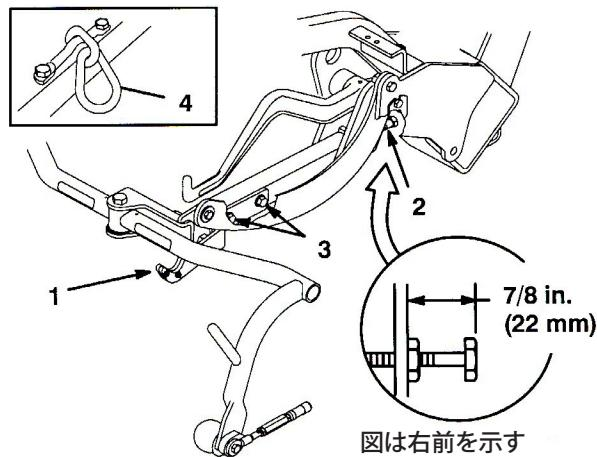
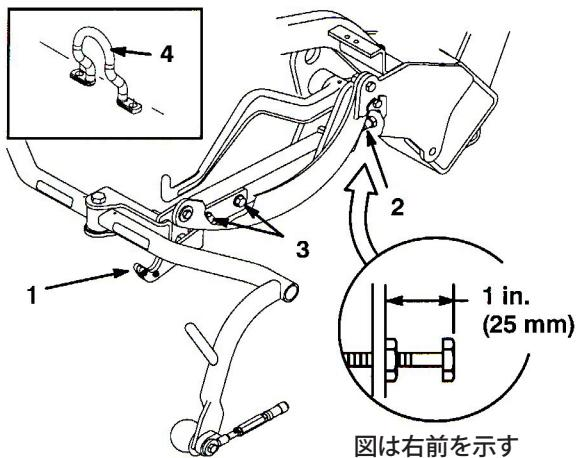

図 20
図 22
12. リールモータのシャフトのスライス部にグリスを塗布する。モータを取り付け穴に正対させ、時計方向にひねってスタッドを一回かわし、次に逆にひねってスタッドに掛け、取り付けナットを締めつける(図20)。
移動走行時の高さ(図20と21)を点検し、必要に応じて調整します:
2. チェーン・リンクまたはストレート型の昇降フック(図20と21、挿入図)のついているカッティングユニットでは、キャリア・フレーム調整ねじの上面からキャリア・フレームの背面までの距離が 22 mm になっていることを確認する。この距離が 22 mm になっていない場合は手順 4 へ進む。オフセット・リフト・リンク(図22)のついているカッティングユニットの場合は、次のステップに進む。
3. オフセット・リフト・リンク (図22、挿入図) のついて
(図20~22)。
7. キャリア・フレームの高さがそろっていない場合は、キャリア・フレーム調整ねじの上についているジャムナットをゆるめる (図20~21)。高くするにはねじを外方向にまわし、低くするには内方向にまわす。調整ができるたらジャムナットを締めて調整を固定する。